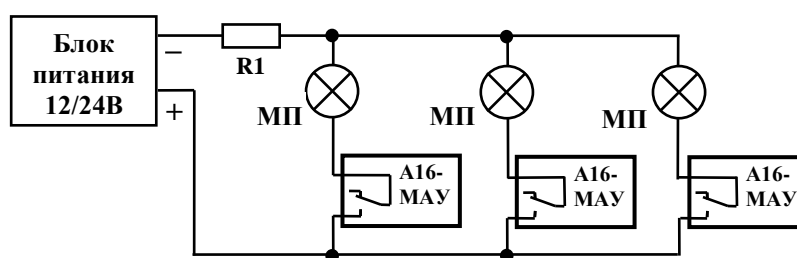

Рис.5. Схема подключения модулей пожаротушения ("МП") с контролем исправности цепи каждого модуля и с веерным включением модулей.
6.1.20. При питании нескольких групп модулей от единого источника возможно организовать их веерное включение. Для этого шлейф с модулями пожаротушения необходимо подключить непосредственно к источнику питания через ограничительный резистор R1 (рис.5), а модулям А16-МАУ задать время задержки включения таким образом, чтобы их включение осуществлялось поочередно.